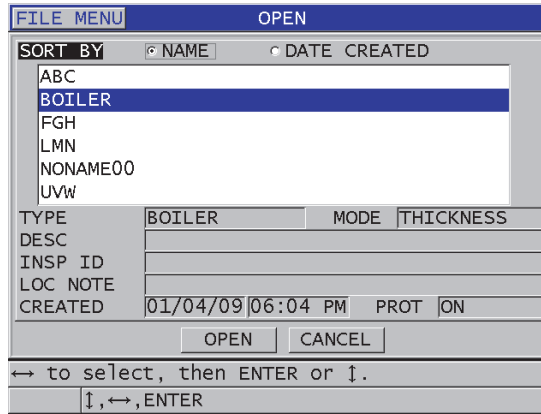

Abbildung 11-16 Öffnen einer Datei
3. Verfahren Sie im Fenster **ÖFFNEN** (siehe Abbildung 11-16 auf Seite 215) wie folgt: